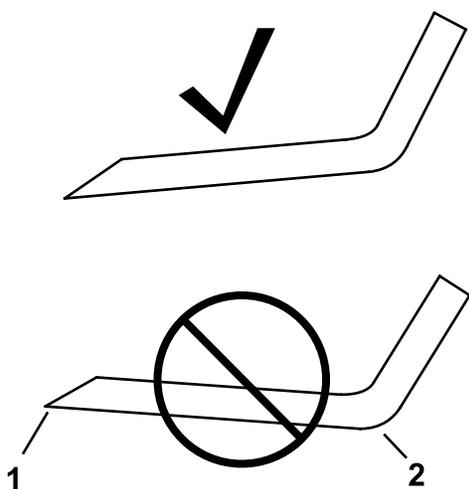

**Figura 74**
4. Inspeccione as extremidades de corte de todas as lâminas, afie as extremidades de corte se apresentarem sinais de desgaste ou ranhuras, afie apenas a zona superior da parte cortante e mantenha o ângulo de corte original para garantir um desempenho eficaz da lâmina (Figura 74).